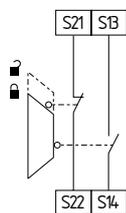

Fig. 6
**Surveillance de protecteur à 2 canaux avec dispositifs d'interverrouillage selon EN ISO 14119 (Fig. 6)**